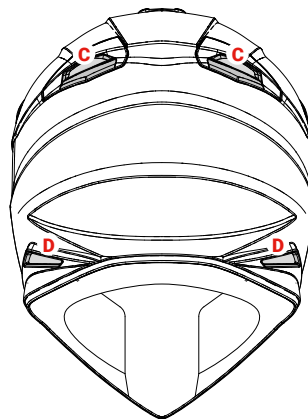

FIGURA 4
■ ESTRAZIONE D'ARIA POSTERIORE – C – Figura 4
■ ESTRAZIONE D'ARIA POSTERIORE INFERIORE – D – Figura 4